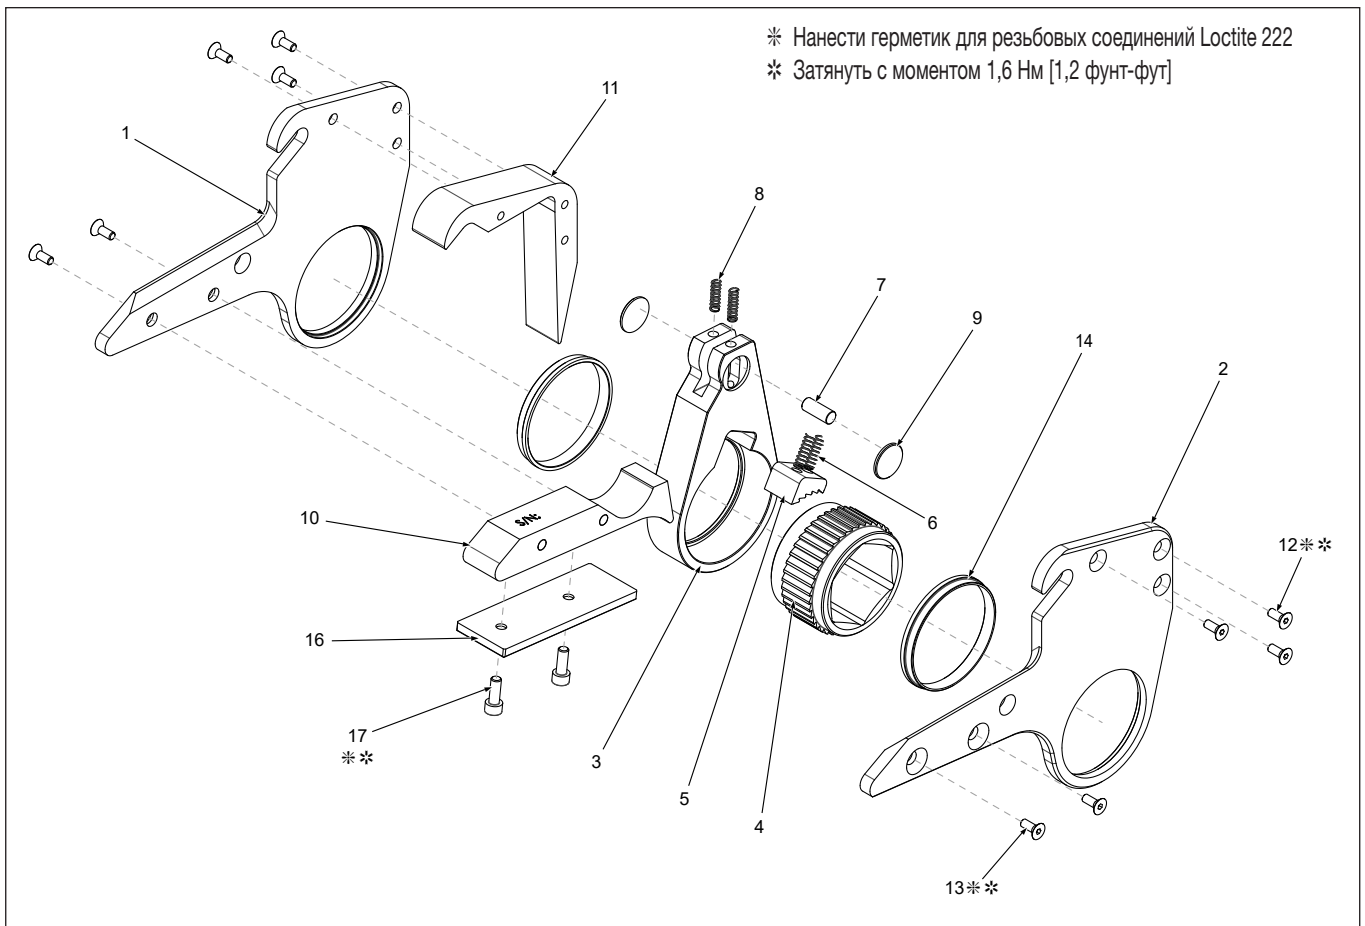

Рисунок 20: Изображение кассеты HLP системы HMT в разобранном виде
7.3.3 Система НМТ, кассета HLP – разборка и сборка (рис. 20 и 21)
- Положите кассету HLP на бок, снимите три винта передней прокладки (12) и два винта опорной накладки (13), а затем боковую крышку кассеты HLP (1 или 2).
- Снимите втулку храпового колеса (14). Узел приводного механизма теперь можно снять из кассеты. Осторожно выньте две нажимные пружины (8) из приводного механизма и отложите их в сторону.
- Снимите храповое колесо (4), собачку (5) и пружины собачки (6).
- Отсоедините две фиксатора приводного штифта (9), и выдвиньте приводной штифт (7) из приводного механизма (3).
- На оставшейся крышке выньте три винта передней прокладки (12) и два винта опорной накладки (13), отделите переднюю прокладку (11) и опорную накладку (10) от оставшейся боковой крышки кассеты HLP (1 или 2).
- Разберите опорную накладку, сняв два винта с головкой под торцовый ключ (17), и снимите защитную пластину (16) со вставки опорной накладки (10).
- Высушите все компоненты. Нанесите тонкий слой смазки на основе дисульфида молибдена на участки, показанные на рис. 20.